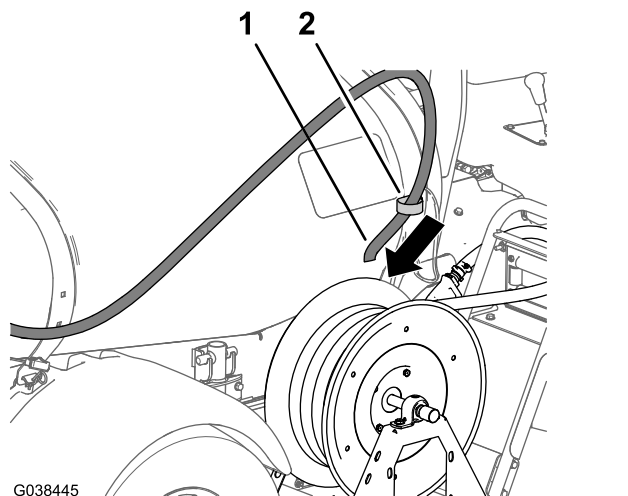

Figura 97
- Montate il flessibile di ingresso attraverso il morsetto di supporto nella fascia anteriore del serbatoio dell'irroratrice (Figura 97).